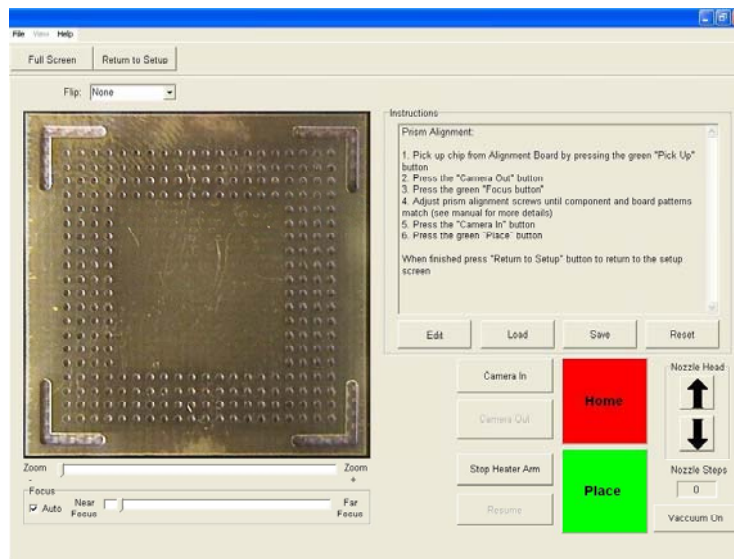

Figure 10
3. L'écran affiche alors la page d'étalonnage. (Figure 10)
5. Alignez la carte PCB de façon à ce que le laser rouge soit quasiment centré sur le BGA. (Figure 10)